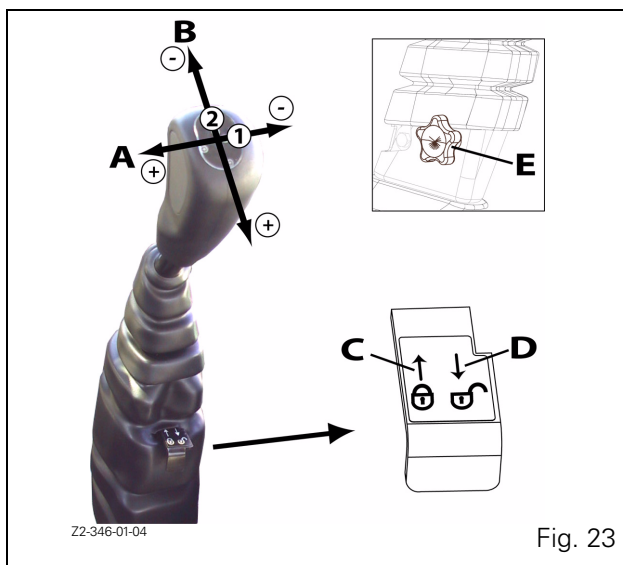

Fig. 23
4.10.2.2 - Mechanical Joystick (Fig. 23)